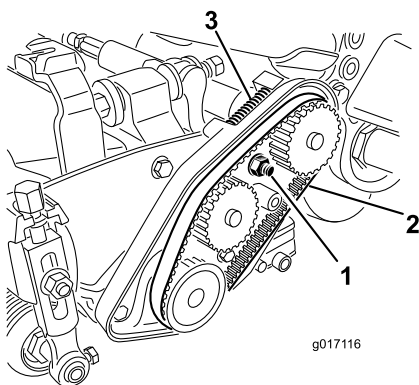

Figura 42
- A. Afloje la tuerca de montaje del alojamiento del cojinete (Figura 42)
- C. Limpie los residuos del interior del compartimento de la correa y de alrededor del muelle de compresión (Figura 42).